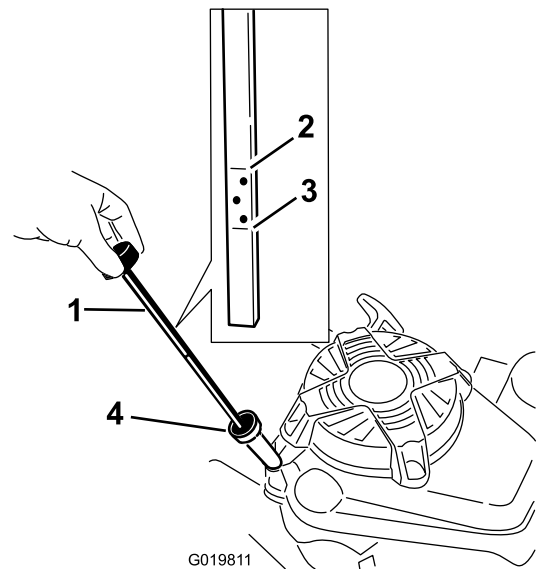

Figura 14
Antes de cada uso, compruebe que el nivel de aceite está entre las marcas **Add (añadir)** y **Full (lleno)** de la varilla (Figura 14).
2. Limpie alrededor de la varilla (Figura 14).
6. Observe en la varilla el nivel de aceite (Figura 14).